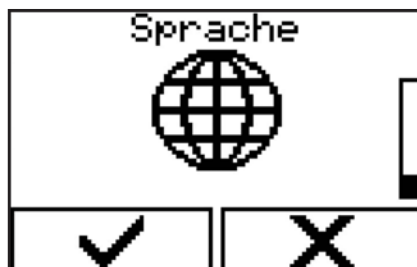

Abbildung 62 - Menü auswählen
1. Menü über „Handschalter“ → „Sprache“ (Abbildung 62) auswählen.